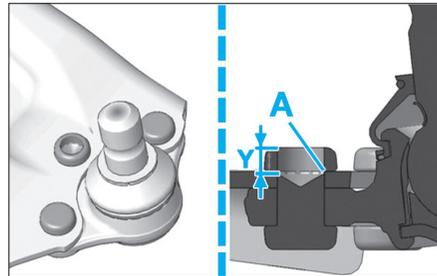

Fig. 29
- A l'aide d'un foret de 10 mm, percer sur une profondeur Y = 5.0 mm, les 3 rivets (Fig.29).
Lors du perçage final, veiller à ne pas endommager le bras "A" (Fig.29).